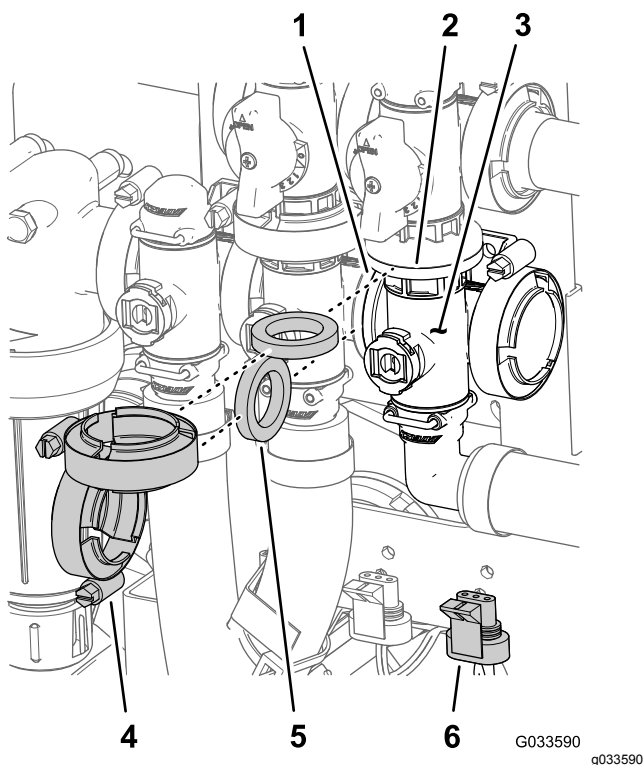

Figure 114
1. Alignez la bride du collecteur de la vanne maîtresse, un joint et la bride de la vanne de dérivation de la vanne maîtresse (Figure 114).
- Fixez le collecteur de la vanne maîtresse des rampes, le joint et la vanne de dérivation de la vanne maîtresse avec un collier serré à la main (Figure 114).
- Alignez la bride du collecteur de la vanne maîtresse, un joint et le collecteur de la vanne d'agitation (Figure 114).
- Fixez le collecteur de la vanne maîtresse, le joint et le collecteur de la vanne d'agitation avec un collier serré à la main (Figure 114).
- Montez la vanne d'agitation sur le support à l'aide du boulon à embase et du contre-écrou (Figure 114) que vous avez retirés à l'opération 3 de Dépose de la vanne maîtresse des rampes sur le collecteur (page 77), et serrez l'écrou et le boulon à un couple de 10 à 12 N·m.